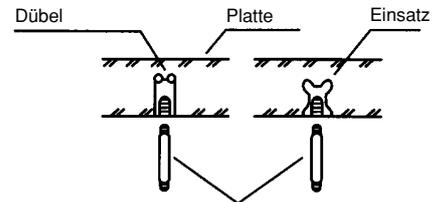

Abb. 3-1
- (1) Die Aufhängezugstange an die Decke befestigen, in dem man die Abbildungen auf den Zeichnung (Abb. 3-1 / 3-2) befolgt, und sie an die Deckenhaltestruktur oder einer anderen sicheren Struktur anhängt, die eine sichere Aufhängung gewährleistet.